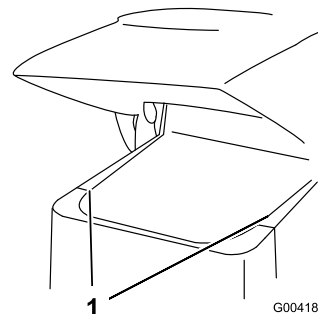

図 26
2. サイドスクリーンを上スライドさせて 図 26 前スクリーンとフレームのスロットから外す。